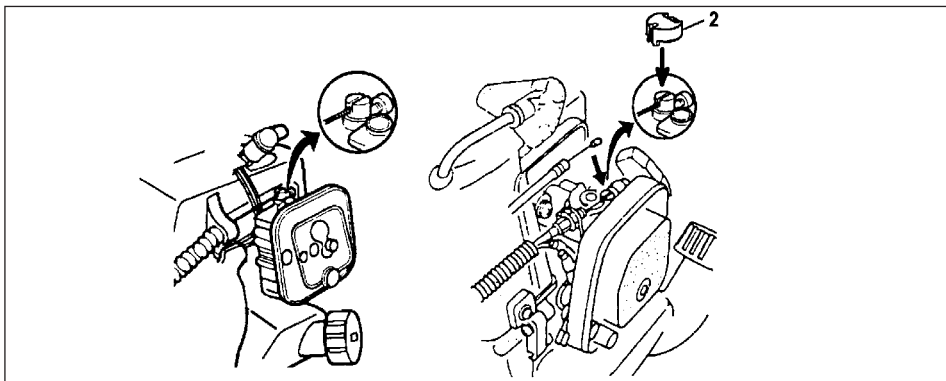

Fig. 1-6
Forbind gass-ståltråddenden til forgasseren og monter hengselokket (2) (hvis utrustet slik) på hengselet der det er inkludert i verktøykassen. (Fig. 1-6)